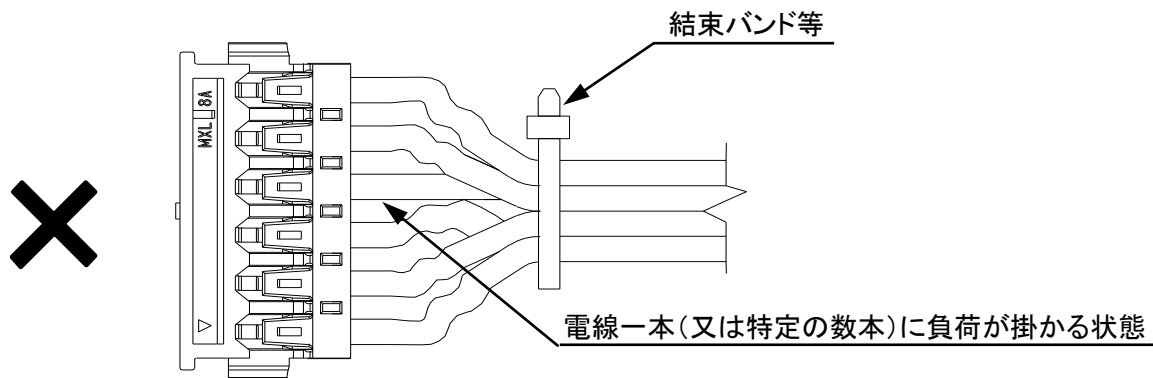

Fig.7 不適切なハーネス結束状態
- ② ハーネス品で、電線一本(又は特定の数本)に力が加わらない様にして下さい。(Fig.7)